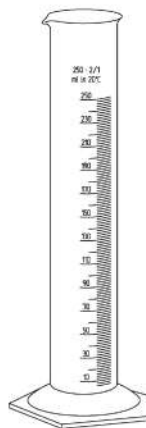

Рис. 148. Мерный цилиндр
1. **Мерные цилиндры** – стеклянные толстостенные сосуды с нанесенными на наружной стенке делениями, указывающими объем в миллилитрах. Они бывают самой различной емкости: от 5-10 мл до 1 л и больше. Чтобы отмерить нужный объем жидкости, ее наливают в мерный цилиндр до тех пор, пока нижний мениск не достигнет уровня нужного деления. Цилиндры изготавливают из стекла и прозрачных полиэтилена или полипропилена. Стеклянные цилиндры могут иметь пластмассовое основание. Объемы летучих кислот, органических растворителей или едких растворов газов обычно измеряют при помощи мерных цилиндров с притертой стеклянной пробкой, пробкой из фторопласта или полиэтилена. Такие цилиндры удобны и для оценки размеров объемов жидких гетерофазных систем. Погрешность при определении объемов жидкостей с помощью мерных цилиндров лежит в пределах 1-10%. Мерные лабораторные цилиндры изготавливаются двух классов точности (1-го и 2-го) в нескольких исполнениях: 1 — на стеклянном основании с носиком (рис. 148); 2 — на стеклянном основании с шлифованной стеклянной или пластмассовой пробкой (рис. 149); 3 — на пластмассовом основании с носиком; 4 — на пластмассовом основании с шлифованной стеклянной или пластмассовой пробкой.